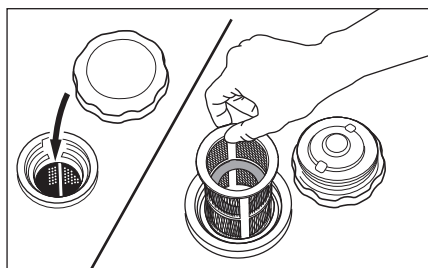

Рис. 17
1. Снимите пластмассовый фильтр, расположенный под крышкой горловины топливного бака (рис. 17).